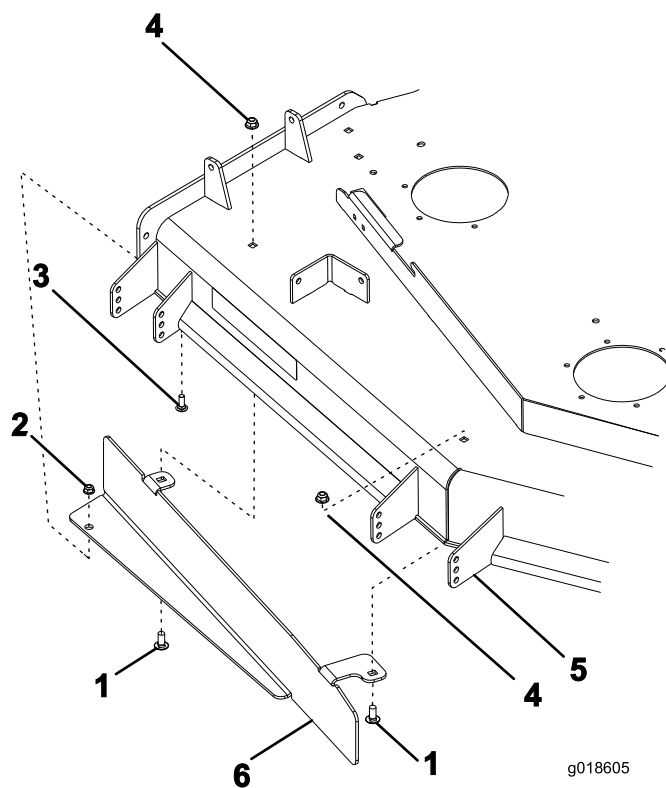

Figura 6
1. Togliete i 2 dadi e bulloni preesistenti (Figura 6).
2. Montate il deflettore utilizzando i nuovi dadi e bulloni forniti con questo kit (Figura 6).